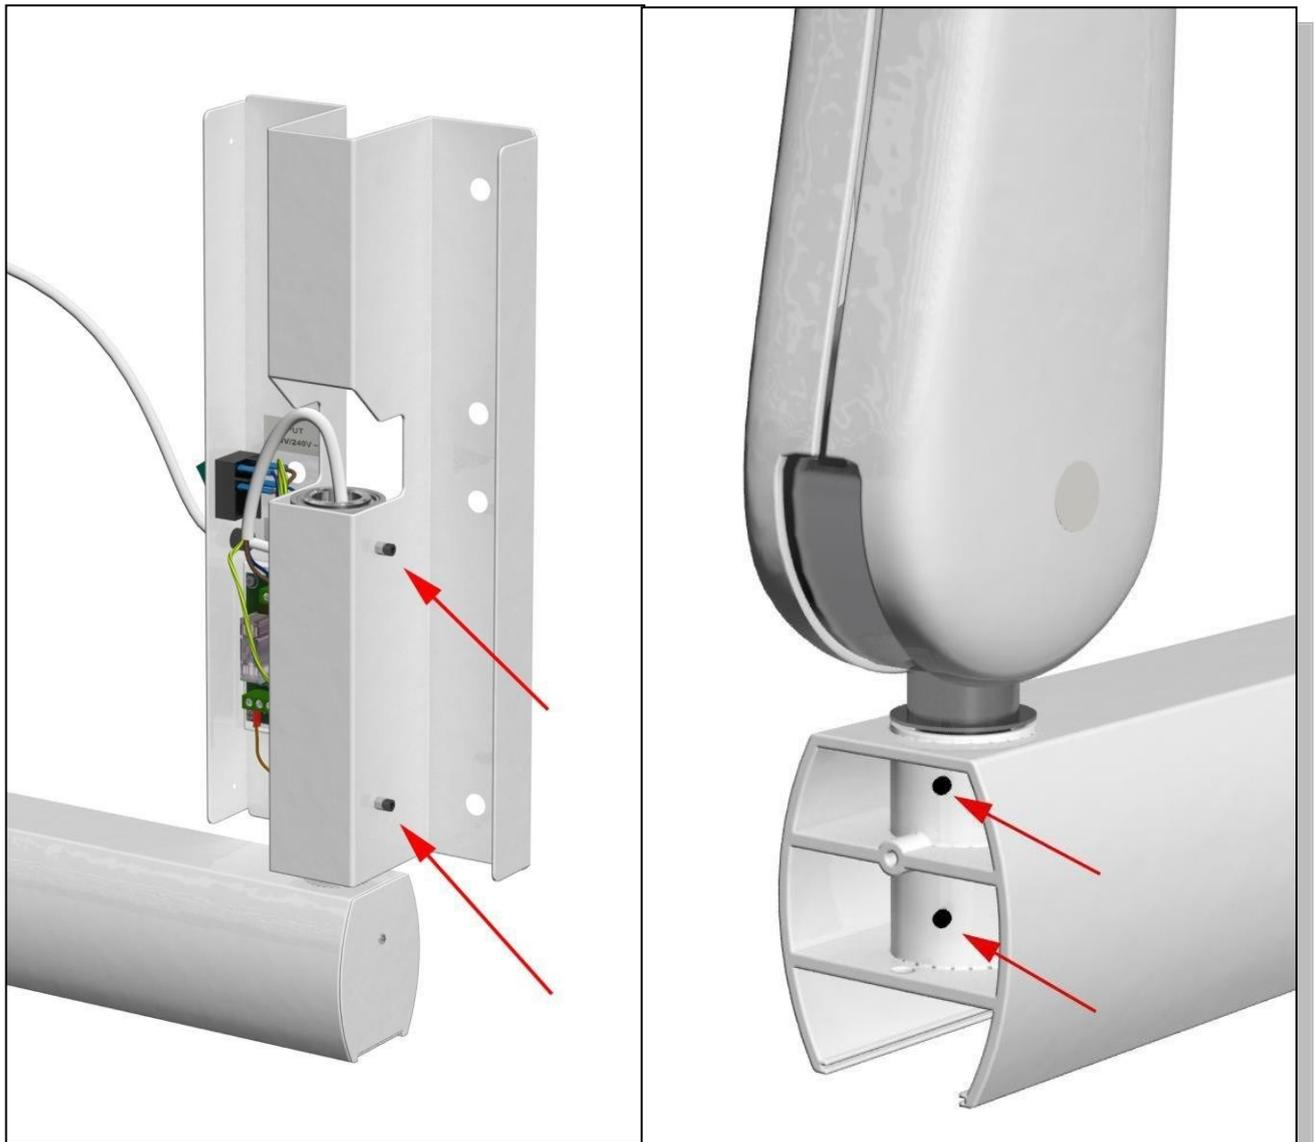

Abb. 10
- ✓ Falls erforderlich, stellen Sie die Reibungsschrauben der Wandplatte **(A)** und der Verlängerung ein **(B)** wie in Abb. 10 angegeben.